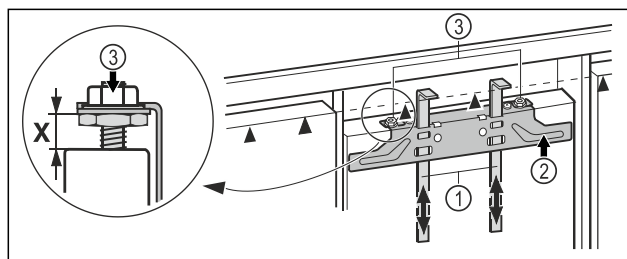

Fig. 44
- Монтажные приспособления Fig. 44 (1) сдвиньте вверх на высоту мебельного фасада. Нижняя упорная кромка ▲ монтажного приспособления = верхней кромке подлежащей установке мебельной двери.
- Открутите крепежную поперечину Fig. 44 (2) с помощью контргаяк Fig. 44 (3).